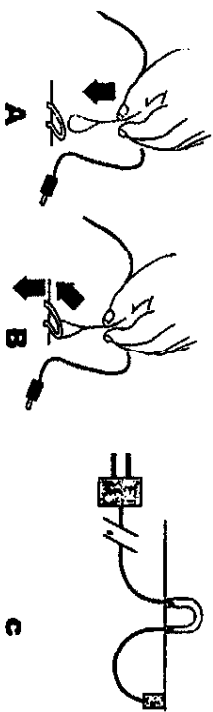

图2
1. 参看图2, 把接收机转过来, 找到电缆线固定扣位置, 从交流直流转换器直流插塞一端约6英寸处, 捏住转换器的电缆线, 形成一个套环 (图A), 垂直向下套住固定扣, 卡入其弯弧。
2. 使电缆线与固定扣保持垂直, 将固定扣朝上掀起 (B), 然后面朝下推, 使电缆线夹入固定扣 (C)。